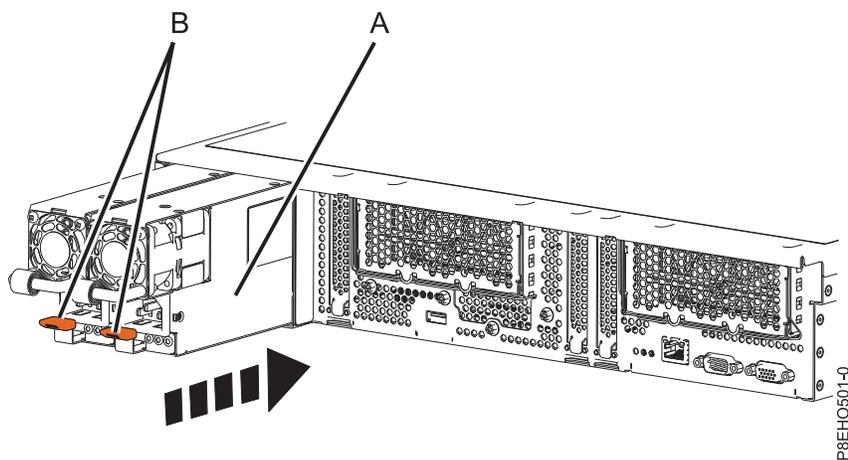

Figure 77. Remise en place d'un bloc d'alimentation dans le système
2. Alignez le bloc d'alimentation (A) avec la baie et faites glisser le bloc d'alimentation dans le système jusqu'à ce que le loquet de couleur ocre (B) s'enclenche. Voir figure 77.